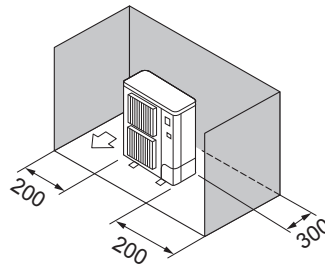

Fig. 2-5
- ③ Hindernisse nur auf der Rückseite und auf beiden Seiten (Fig. 2-5)